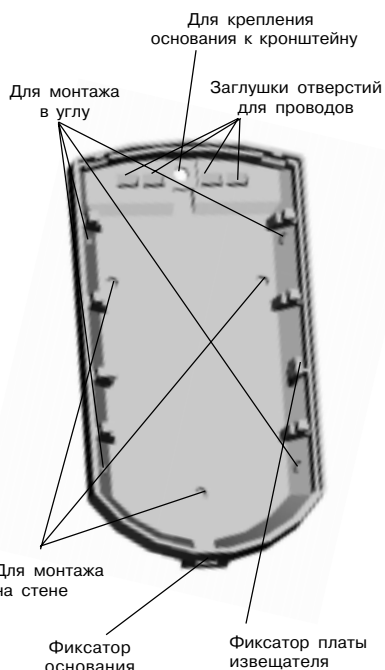

Рис. 3 Состав извещателя
- снимите крышку извещателя, отжав при помощи отвертки фиксатор, расположенный в нижней части основания извещателя (рис.3);
- снимите плату, отжав фиксатор платы извещателя (рис.3);
- просверлите в основании извещателя отверстия, которые будут использоваться для прокладки проводов и крепления извещателя (рис.3), при использовании кронштейна - отверстия только для прокладки проводов;
- при креплении на кронштейне выверните винт из сферы, совместите квадратный выступ сферы с соответствующим пазом в верхней части основания извещателя (рис.3), вставьте винт в отверстие в верхней части основания и заверните, не затягивая;